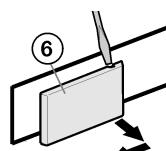

Fig. 6
- Suelte la cubierta en el lado del tirador Fig. 6 (6) con la ayuda de un destornillador y retírela hacia fuera.